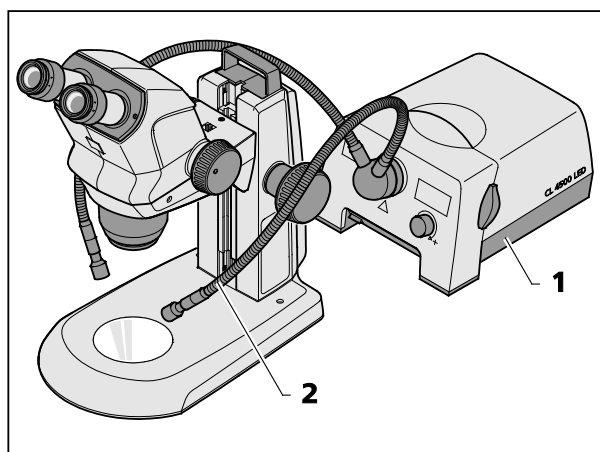

Fig. 10 Montar o iluminador externo de fibra óptica
- Ligar o iluminador externo de fibra óptica (Fig. 10/1), regular a intensidade luminosa e ajustar a iluminação, posicionando os dois condutores de fibra óptica (Fig. 10/2), em forma de pescoço de cisne, de maneira que o objeto seja iluminado ótimamente.